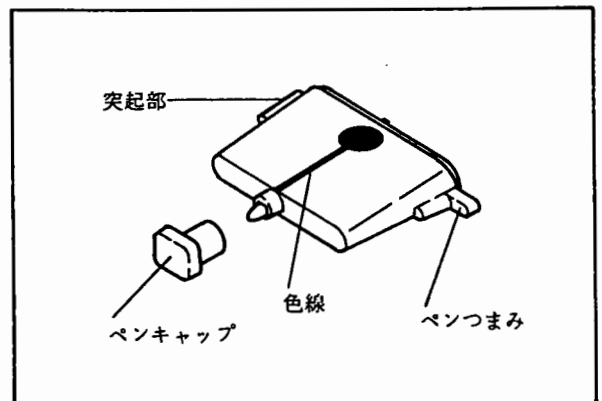

図 3.1
- (1) フェルトペンはプラスチック製で図 3.1 に示すようにインク色の線が入っています。1 ペンのときは赤、2 ペンのときは Y1 が赤、Y2 が緑となります。